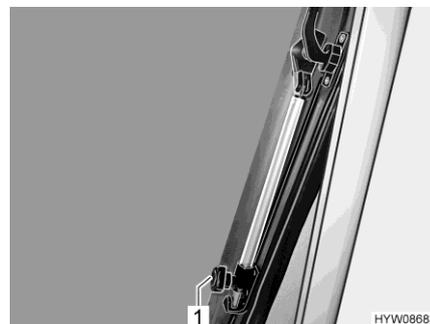

Fig. 65 Soporte rotatorio (ventana de techo abatible)
- Abrir la ventana de techo abatible hasta la posición deseada y fijarla con el botón moleteado (Fig. 65,1).
- Girar el botón moleteado (Fig. 65,1) hasta que se libere el bloqueo.